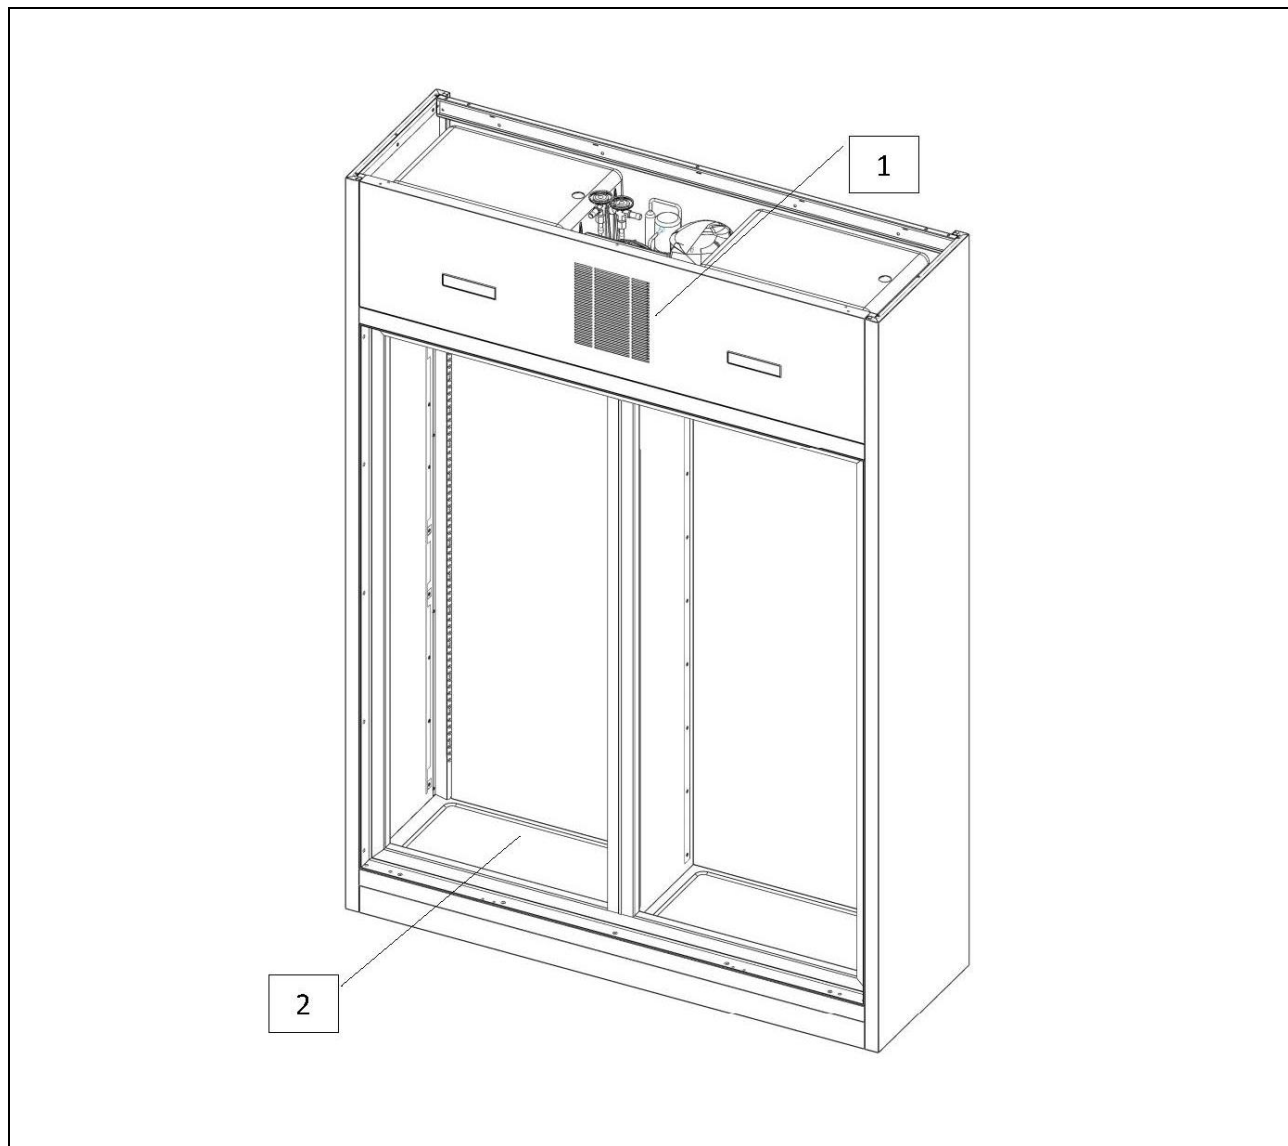

Fig. 5
- Si les arrivées d’air (réf. 1 fig. 5) sont bouchées;
- Si le produit à traiter se trouve contre les grilles d’aération (réf. 2 fig. 5), des arrivées d’air ou sur le fond de la cellule (réf. 2 fig. 5).